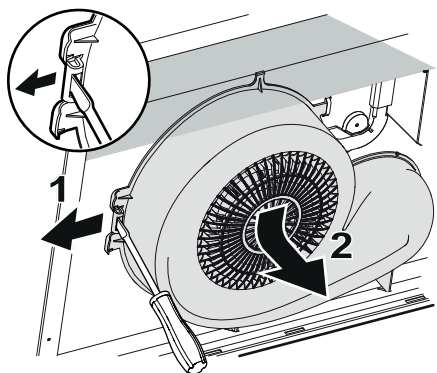

Fig. 4
Løse ventilatorhuset ved å bøye ut klipsen i pilretningen (1) og trykke ventilatorhuset fra deg og nedover (2), Fig. 4.